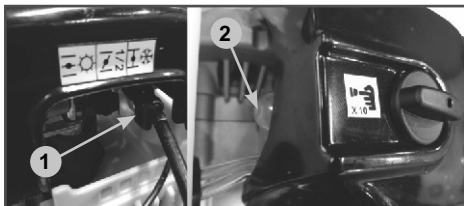

Рис. 2 Рычаг управления воздушной заслонкой и ручной топливный насос
- Закройте воздушную заслонку карбюратора. Для этого рычаг управления воздушной заслонкой установите в положение «ЗАКРЫТО» (Рис. 2).
- Нажмите на ручной топливный насос 2 (Рис. 2) 5-10 раз до появления в насосе топлива и возникновения сопротивления при нажатии.